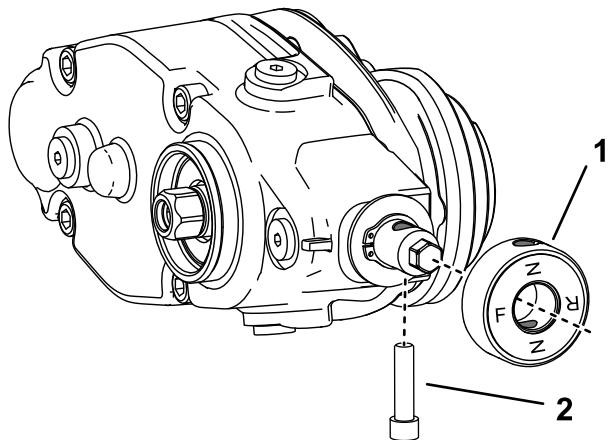

Figura 8
7. Dacă montați dispozitivul de finisare în partea stângă a utilajului, efectuați următorii pași (Figura 8):